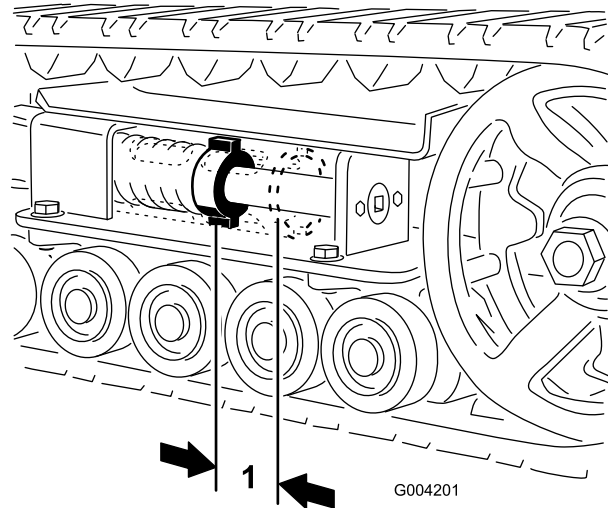
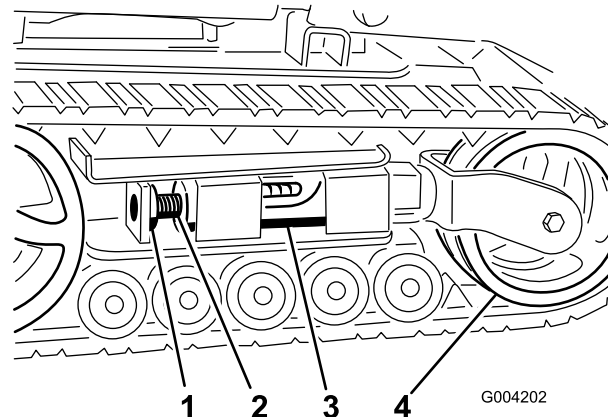
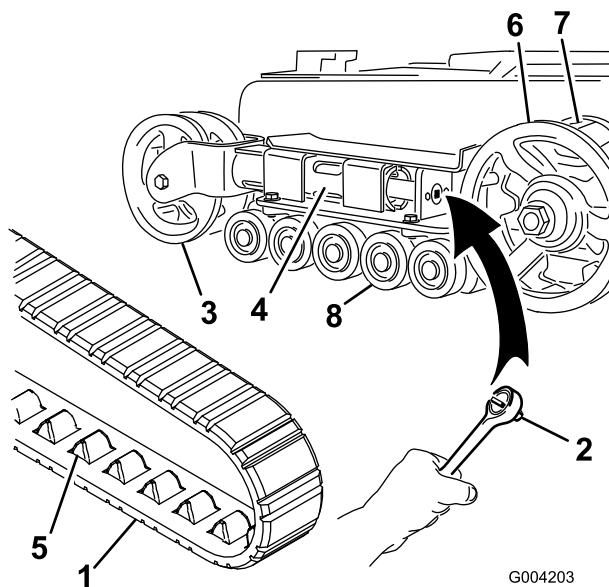
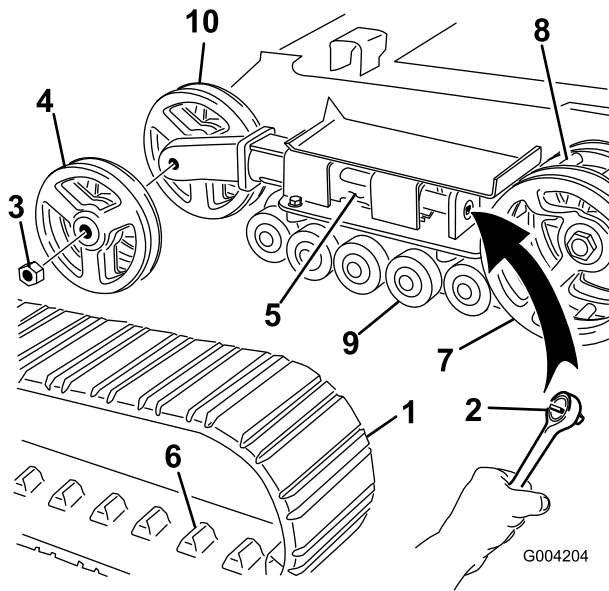

Bild 41
Bild 42
Bild 43
Bild 44
Prüfen und stellen Sie die Kettenspannung nach den ersten 50 Betriebsstunden und dann nach jeweils 100 Betriebsstunden ein. Zwischen der Spannungsmutter und der Rückseite des Spannsrohrs sollte ein Abstand von 7 cm sein (Bild 41). Stellen Sie ansonsten die Kettenspannung wie folgt ein:
3. Entfernen Sie die Befestigungsschraube und Mutter (Bild 42).
4. Drehen Sie die Spannschraube mit einem Sechskantschlüssel (1/2 Zoll) (Bild 43) nach links, bis der Abstand zwischen der Spannmutter und der Rückseite des Spannsrohrs 7 cm beträgt (Bild 41).
die Schraube mit der Befestigungsschraube und Mutter (Bild 42).
4. Lösen Sie die Antriebsspannung mit einem Sechskantschlüssel (1/2 Zoll), indem Sie die Spannschraube nach rechts drehen (Bild 42 und Bild 43).
7. Wenn Sie die Kette vom Spannrade entfernt haben, entfernen Sie sie auch vom Antriebsrad und den Straßenrädern (Bild 43).
8. Legen Sie die neue Kette, beginnend beim Antriebswirbel, um den Wirbel und stellen Sie sicher, dass die Stollen an der Kette zwischen die Distanzstücke auf dem Wirbel passen (Bild 43).
9. Drücken Sie die Kette unter und zwischen die Straßenräder (Bild 43).
11. Drehen Sie die Spannschraube nach links, bis der Abstand zwischen der Spannmutter und der Rückseite des Abzweigschlauchs 7 cm beträgt (Bild 41).
4. Lösen Sie die Antriebsspannung mit einem Sechskantschlüssel (1/2 Zoll), indem Sie die Spannschraube nach rechts drehen (Bild 42 und Bild 44).
5. Drücken Sie das Spannrade zur Rückseite der Maschine, um den Abzweigschlauch gegen den Rahmen zu bewegen (Bild 43). (Wenn es den Rahmen nicht berührt, drehen Sie die Spannschraube so lange, bis es funktioniert.)
5. Drücken Sie das Spannrad zur Rückseite der Maschine, um den Druckschlauch gegen den Rahmen zu bewegen (Bild 44). (Wenn es den Rahmen nicht berührt, drehen Sie die Spannschraube so lange, bis es funktioniert.)
6. Nehmen Sie die Mutter ab, mit der das äußere Spannrad befestigt ist. Nehmen Sie das Rad ab (Bild 44).
7. Nehmen Sie die Kette ab (Bild 44).
8. Nehmen Sie die Mutter ab, mit der das innere Spannrad befestigt ist. Nehmen Sie das Rad ab (Bild 44).
12. Setzen Sie das innere Spannrad ein und befestigen Sie es mit der vorher abgenommenen Mutter (Bild 44).
die Distanzstücke in der Mitte des Antriebsrads passen (Bild 44).
15. Setzen Sie das äußere Spannrad ein und befestigen Sie es mit der vorher abgenommenen Mutter (Bild 44).
17. Drehen Sie die Spannschraube nach links, bis der Abstand zwischen der Spannmutter und der Rückseite des Druckschlauches 7 cm beträgt (Bild 41).